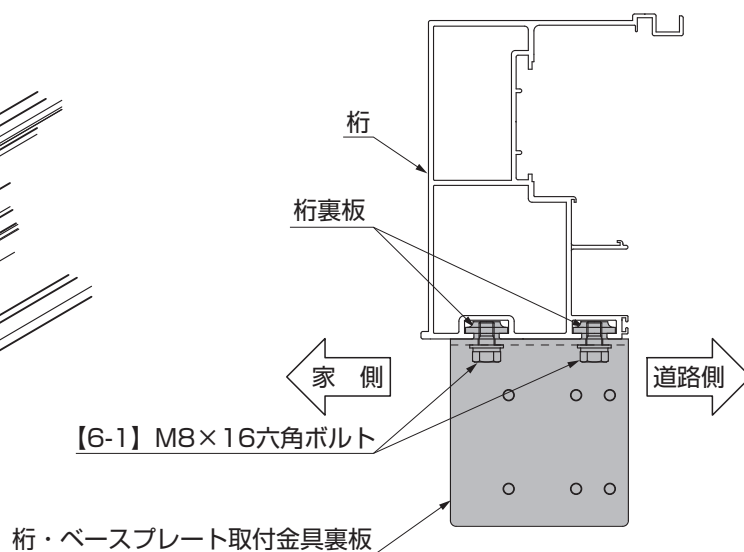

図3-2
- ② 桁取付金具の側面を取付位置シールのガイド線に合わせて、桁・ベースプレート取付金具を【6-1】で取付けてください。（図3-2、図3-3参照）
- ③ 反対側も同様に取付けてください。